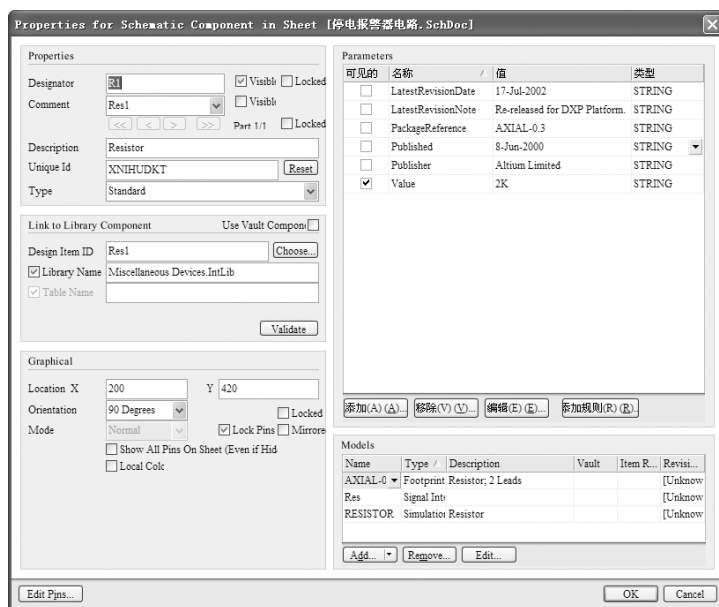

图 16-7 设置电阻元件的属性
1) 双击一个电阻元件, 打开“Properties for Schematic Component in Sheet”(原理图元件属性)对话框, 在“Designator”(标示)文本框中输入元件的编号, 并选中其后的“Visible”(可见的)复选框。在右边的参数设置区, 将“Value”(值)值改为“2K”, 如图 16-7 所示。